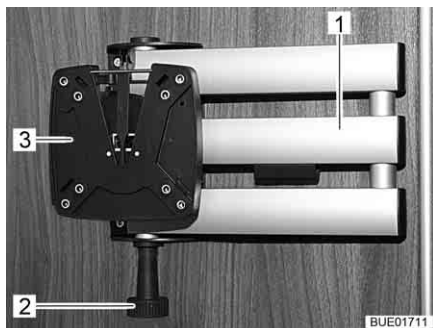

Fig. 90 Support à bras articulé
- Tirer sur le bouton de déverrouillage (Fig. 90,2). Le bras articulé (Fig. 90,1) est déverrouillé.
- Faire retourner l'écran plat dans sa position initiale jusqu'à ce que le support (Fig. 90,3) s'enclenche de manière audible dans le dispositif de verrouillage.